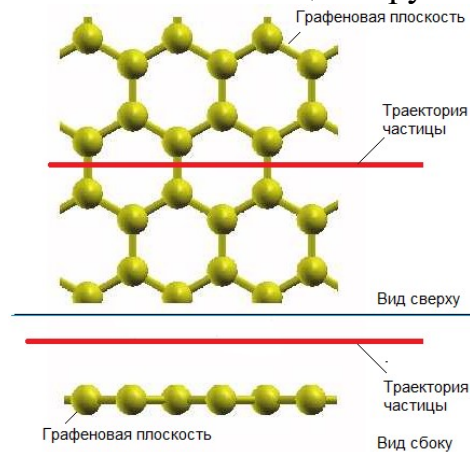
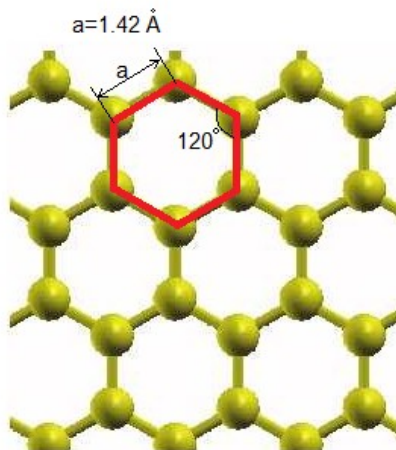

Рис.1
Рис. 2
14. Вычислите частоту воздействия атомов графеновой плоскости на частицу летящую параллельно ее поверхности на малом расстоянии от нее, как показано на Рис. 1 (учитывать только взаимодействие с ближайшими атомами углерода), при условии, что графеновая плоскость представляет собой решетку состоящую из правильных шестиугольников (Рис.2) длина стороны которых составляет $1.42 \text{ \AA}$ ($1 \text{ \AA} = 10^{-10} \text{ м}$), а скорость движения частицы равна $4 \text{ \AA/пс}$, ($1 \text{ пс} = 10^{-12} \text{ с}$). Ответ записать в ТГц и округлить до тысячных.
20. Геккон – ящерица, способная передвигаться по вертикальным поверхностям (Рис. 1) и даже по потолку. Все это происходит благодаря устройству подошвы ее лап (Рис. 2 А). Кожа подошв покрыта мельчайшими щетинками диаметром около 100 мкм (Рис. 2 Б, В), которые на концах разветвляются на еще более мелкие щетинки (400 – 1000 штук) (Рис. 2 Г), каждая из которых оканчивается треугольной лопаточкой (Рис. 2 Д) шириной около 0,2 мкм (или 200 нм). Такие лопаточки обеспечивают сцепление с любой даже очень гладкой поверхностью за счет слабых межмолекулярных Ван-дер-Ваальсовых сил. Считая, что плотность щетинок составляет 1,5 млн. на 1 см² поверхности подошвы геккона, а лопаточка на конце представляет собой равносторонний треугольник рассчитать эффективную площадь развиваемую поверхностью подошвы в 1 см². Выразите ответ в мм², ответ округлите до тысячных.
21. Геккон – ящерица, способная передвигаться по вертикальным поверхностям (Рис. 1) и даже по потолку. Все это происходит благодаря устройству подошвы ее лап (Рис. 2 А). Кожа подошв покрыта мельчайшими щетинками диаметром около 100 мкм (Рис. 2 Б, В), которые на концах разветвляются на еще более мелкие щетинки (400 – 1000 штук) (Рис. 2 Г), каждая из которых оканчивается треугольной лопаточкой (Рис. 2 Д) шириной около 0,2 мкм (или 200 нм). Такие лопаточки обеспечивают сцепление с любой даже очень гладкой поверхностью за счет слабых межмолекулярных Ван-дер-Ваальсовых сил, обеспечивающих силу сцепления около 10 Н/см², что соответствует весу 1 кг. Рассчитайте какую минимальную площадь необходимо иметь специальным приспособлениям выполненным по подобию лап геккона, чтобы иметь способность удерживать вес человека (80 кг). Ответ запишите в см².